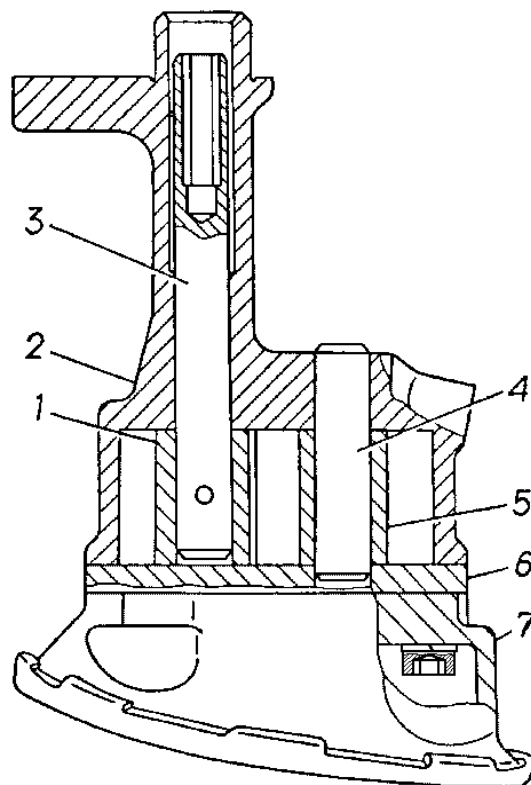

Рис.25. Масляный насос:
**Масляный насос** (рис.25) - шестеренчатого типа, установлен внутри масляного картера, крепится с прокладкой двумя болтами к блоку цилиндров и держателем к крышке третьего коренного подшипника.